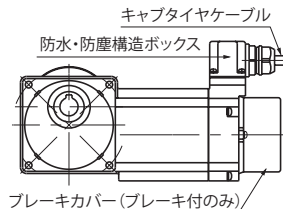

図 6-1
- **15 ~ 90W 防水形モータの場合**、防水・防塵構造ボックス(図 6-1 参照)のフタは絶対にあけないでください。防水・防塵効果が失われ、感電、損傷、火災のおそれがあります。